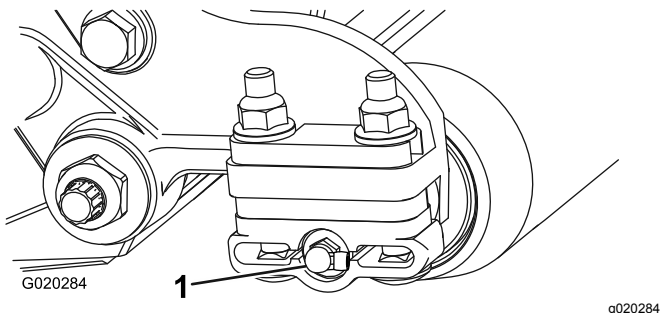

Figura 9
15. **Apenas na unidade de corte de 46 cm**, retire o bocal de lubrificação reto junto da caixa da escova do rolo e instale o bocal de lubrificação de 90° no mesmo sítio (Figura 9).